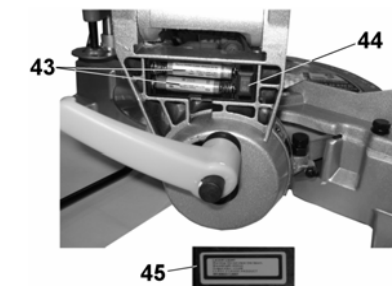

Рис. 9
10.5. Лазерный указатель (Рис.9)